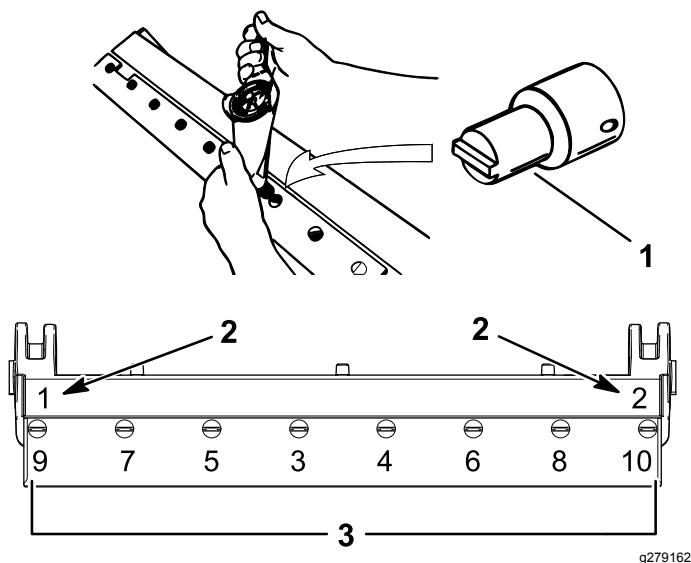

図 42
- A. 外側の 2 本のねじを 1 N·m 1.15 kg.m=10 in-lb にトルク締めする 図 42 を参照。
- B. ベッドナイフの中央から交互に左右に、各ねじを 23-28 N·m 2.3-2.9 1 kg.m = 200-250 in-lb にトルク締めする 図 42 を参照。